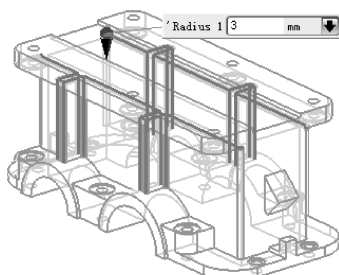

图 4-116 创建直径为 3 的圆角
**25** 使用【边倒圆】工具，选择如图 4-116 所示的边，倒出直径为 3 的圆角特征。